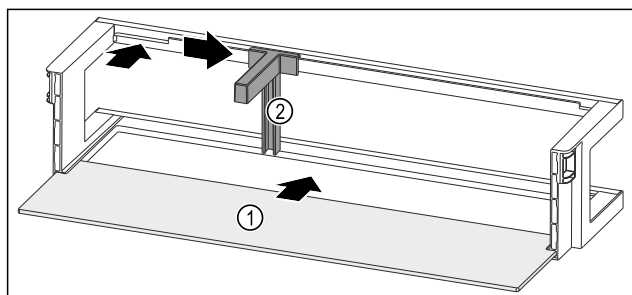

Fig. 165 Рафт на врата с рафт
- Вкарайте рафта Fig. 165 (1) в страничните прорези.
- Поставете преградата за бутилки Fig. 165 (2) в прореза.
- Плъзнете преградата за бутилки Fig. 165 (2) настрани до желаната позиция.